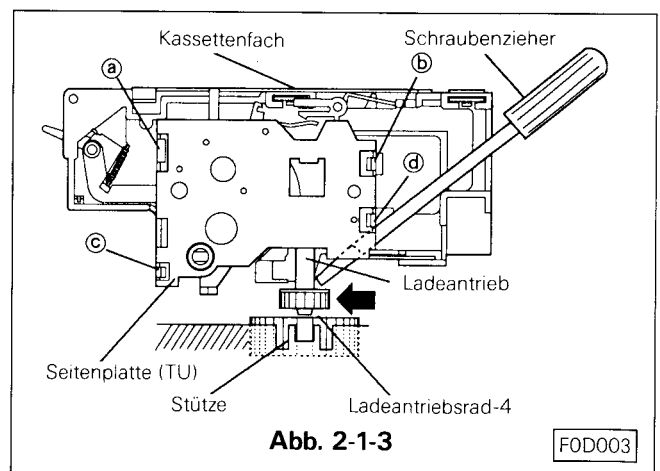

Abb. 2-1-3
- Bringen Sie das Kassettenfach über die Positionslöcher ① und ②, und schieben Sie es mit den beiden U-Löchern ③ und ④ placiert an der Front rechts und links unter die Befestigungspinne. (erst die linke Seite)
- Das Kassettenfachantriebsrad ist nach Abschnitt B. in den meisten Fällen noch nicht in dem Halter fixiert. In diesem Falle bewegen Sie das Antriebsrad durch drücken in Richtung vorwärts, damit es im Antrieb einrastet. Siehe Abb. 2-1-3 ist es wie oben beschrieben nicht möglich, das Antriebsrad einrasten zu lassen, schieben Sie das Antriebsrad 4 a etwas unter das Deck und das Kassettenfachantriebsrad ist sehr einfach zu fixieren.
- Das Kassettenfach mit den Schrauben ①, ②, ③ und ④ befestigen.
2-2-1 Ausbau (siehe Abb. 2-1-3, 2-2)
- Die Halteschnapper (①, ②, ③ und ④) der Platte an der Aufwickelseite des Kassettenfaches lösen und die Platte entfernen. (Siehe Abb. 2-1-3)
2-2-2 Einbau (siehe Abb. 2-1-3, 2-2)
- Die Seitenplatte am Kassettenfach Aufwickelseite aufsetzen und in die Schnappen ①, ②, ③ und ④ einrasten. (Siehe Abb. 2-1-3)